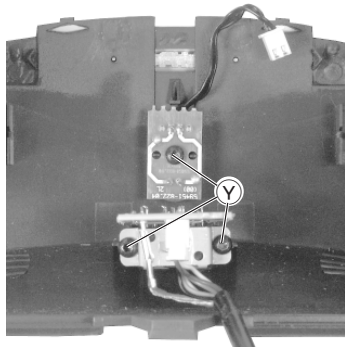

Fig. 16
- Schrauben ⊙ (Fig. 16) nach Bedarf herausschrauben.
- Undo the necessary screws ⊙ (Fig. 16).